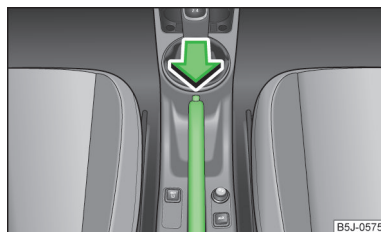

Fig. 87
► Levante un poco la palanca del freno de mano y pulse **a la vez** el botón de bloqueo » fig. 87.